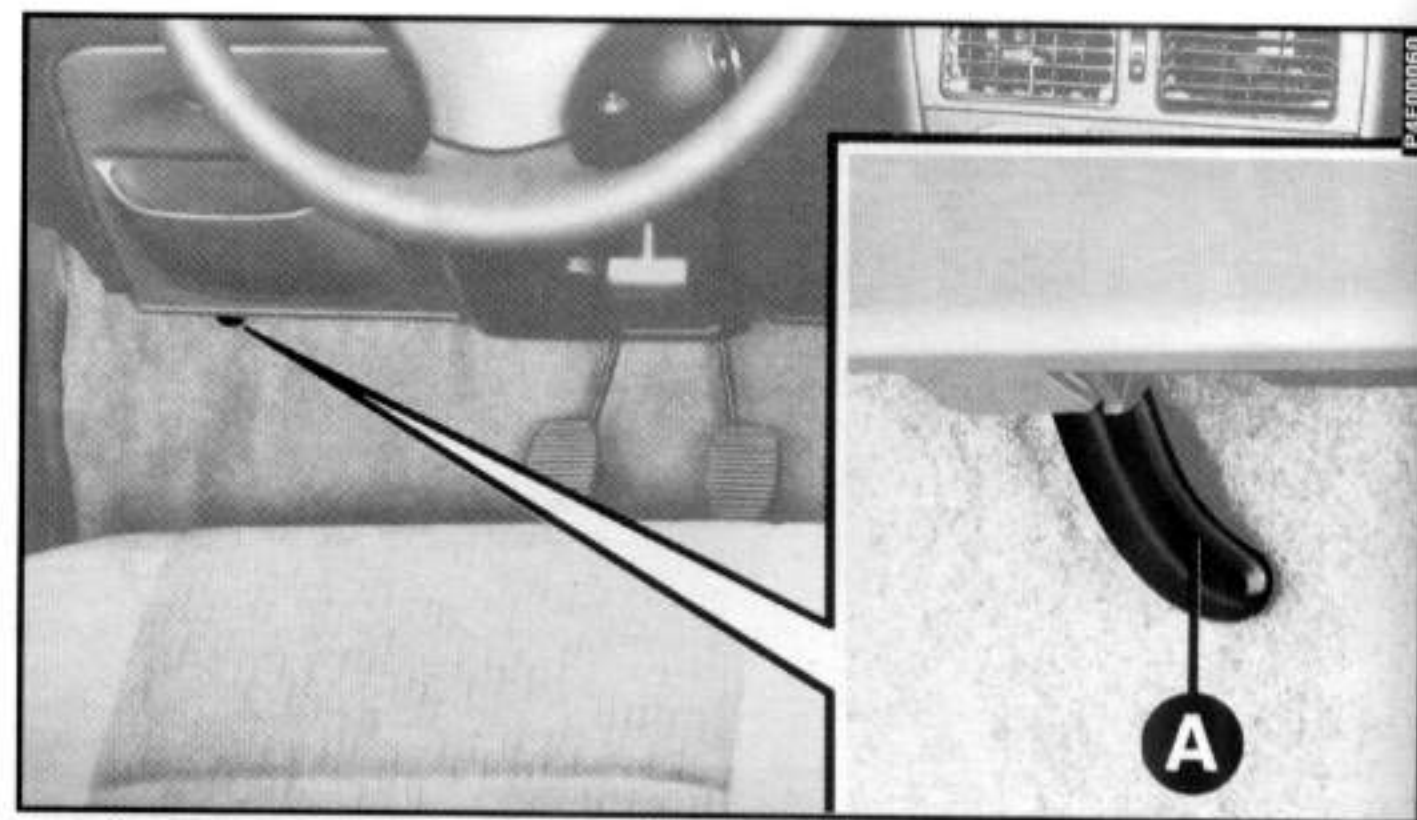

fig. 72
- 1) Puxar a alavanca **A**-fig. 72.